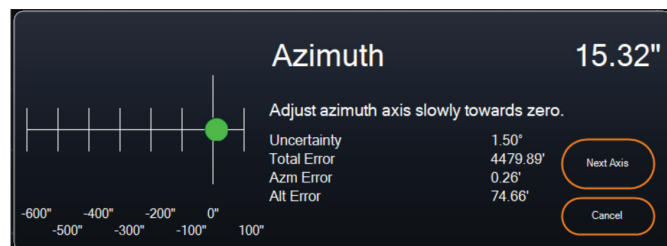

Abb. 18: Fenster zur Anpassung der Azimutachse während der Polausrichtung in CPWI.
- c. Heben und drehen Sie das gesamte Stativ und montieren Sie es so, dass die Rektaszensionsachse (RA) ungefähr genau nach Norden zeigt. Die Position der Montierung muss nicht perfekt sein. Zielen Sie innerhalb von etwa 5° genau nach Norden, sodass sich die Montierung innerhalb der Reichweite der Azimut-Feineinstellknöpfe der Montierung befindet. Verwenden Sie eine kostenlose Kompass-App für Ihr Smartphone, wenn Sie Hilfe bei der Suche nach Norden benötigen.
4. Nachdem SSAG seine polaren Ausrichtungsparameter erhalten hat, wird das Fenster zur Einstellung der Azimutachse angezeigt (Abb. 18). Passen Sie den Azimut Ihrer Montierung langsam an, bis der „Azim-Fehler“ weniger als zwei Bogenminuten beträgt.